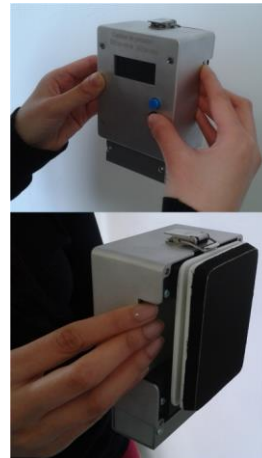

Figure 6 : Maintien de l'appareil pendant l'allumage et le tarage
3. Tenir le boîtier bien vertical, sans toucher la plaque de compression et appuyer sur le bouton noir (6) pour allumer l'appareil (Figure 6). Le dispositif fait la tare et la valeur 0.00 s'affiche. (La pression mesurée pendant cette phase est considérée comme le zéro de l'échelle.).